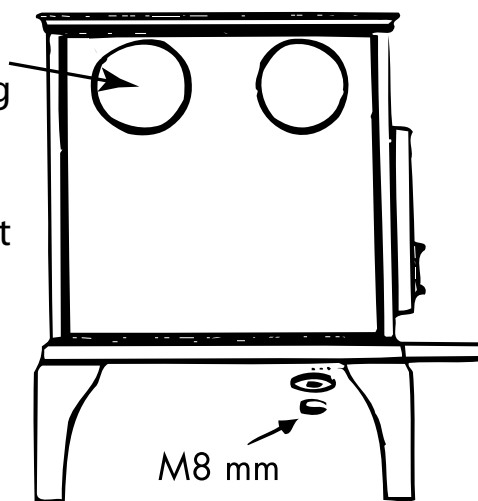

Bild 1: Montering av ben
2. Lägg försiktigt kaminen på sidan och montera benen, se Bild 1. Lyft kaminen till stående (tippa den inte) och häkta på askhyllan.